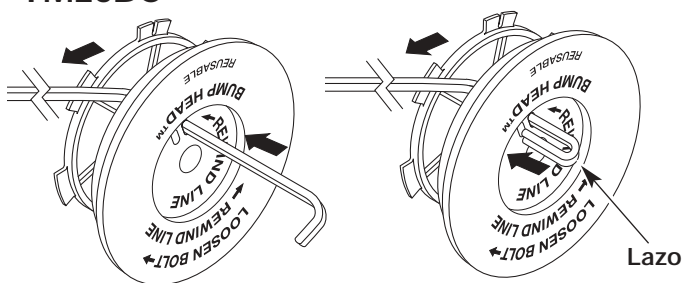

Fig. 41
8. Tome aproximadamente 2,5 m (8 pies) de nueva línea de corte. Inserte un extremo de la línea a través de uno de los orificios del carrete interior (Fig. 41 o 42). Pase la línea a través del carrete interior hasta que queden sólo 4 pulgadas fuera.
9. Inserte el extremo de la línea en el orificio abierto del carrete interior y tire de la línea en forma ajustada a fin de que el lazo sea lo más pequeño posible (Fig. 41 o 42).